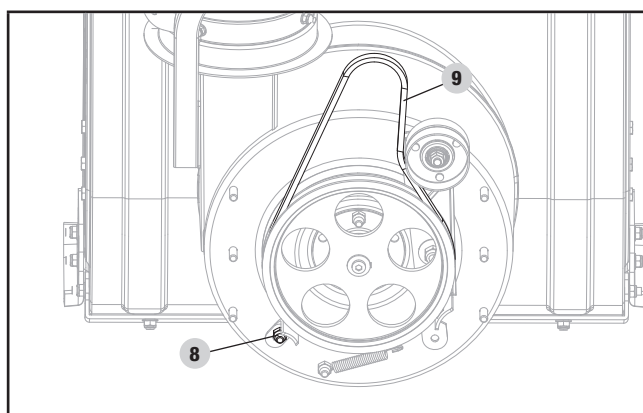

Figure 24
7. Dévissez le bouton du siège de support de la courroie (8) (figure 24).
8. Enlevez la courroie d'entraînement de la poulie (9) en faisant glisser. Enlevez la courroie et remettez-en une en place en suivant les étapes dans l'ordre inverse (figure 24).